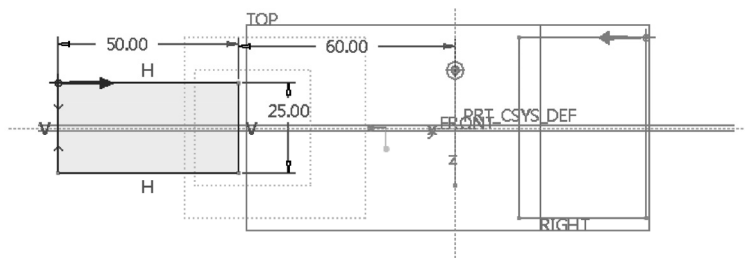

图 4-93 绘制截面 3
7) 在“旋转混合”选项卡的“截面”面板中单击“插入”按钮,接着在“草绘平面位置定义方式”选项组中默认选择“偏移尺寸”单选按钮,从“偏移自”下拉列表框中选择“截面 2”,并设置其角度偏移值为“90”。单击“草绘”按钮,绘制截面 3,如图 4-93 所示,单击✔(确定)按钮。